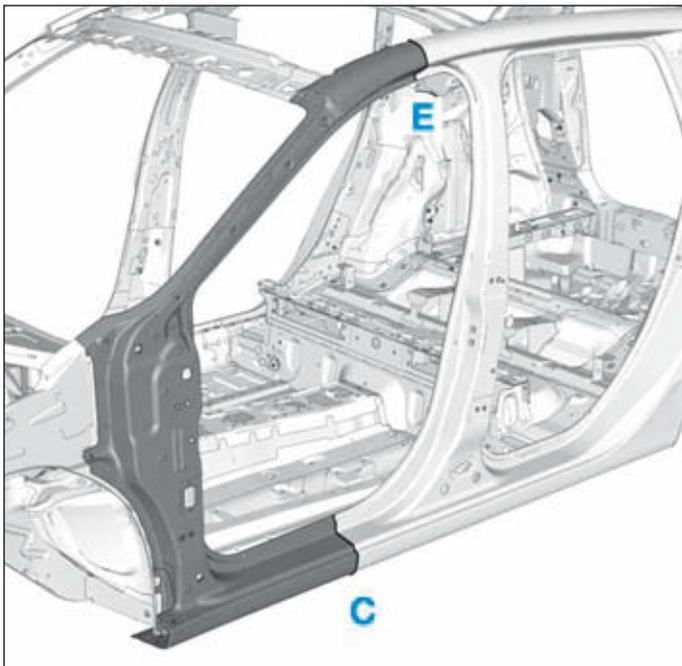

FIG.62
- Respecter les lignes de coupe (E) et (C) (Fig.62).